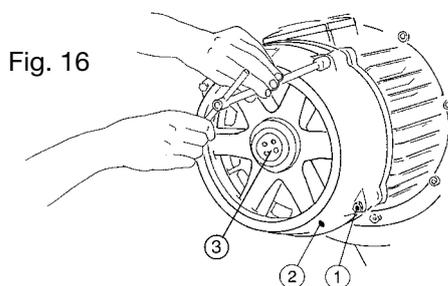

Fig. 16
Desmontagem e montagem: verificar se não há carga aplicada, desparafusar os parafusos pos. 1 (Fig. 16), retirar o sino de travão pos. 2 (Fig. 16) e remover o anel de ajuste pos. 3 (Fig. 16) do travão com a chave adequada (Fig. 17). Com a ajuda de um extrator, retirar a ventoinha do travão pos. 4 (Fig. 18). Montar a nova ventoinha, empurrando-a para frente com o auxílio de um maço de chumbo, remontar o sino do travão pos. 2 (Fig. 16) e os parafusos pos. 1 (Fig. 16), então proceder com a regulação, como indicado no capítulo “regulação da ventoinha do travão” na pág. 65.